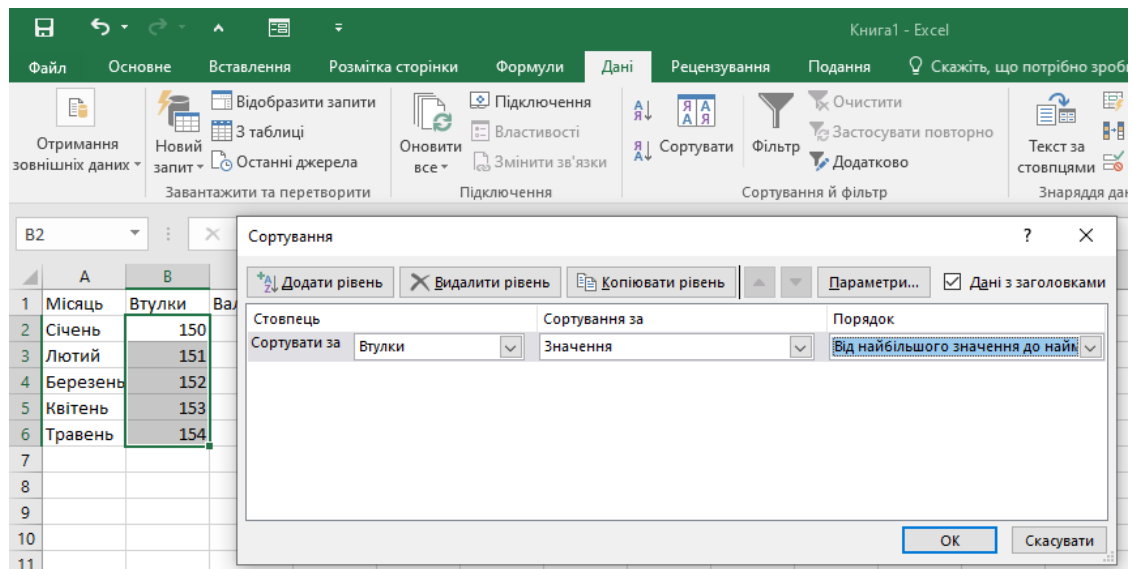

Рисунок 2.29 – Задані умови сортування
11. Виконуємо сортування втулок від найбільшого значення до найменшого (рисунок 2.29).